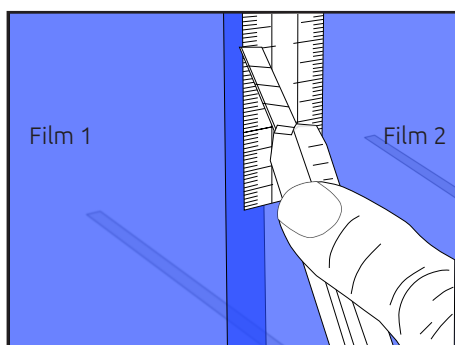

Figure 22
- › Prendre le CUTVITRE muni d'une lame neuve et couper d'un seul élan et avec une pression égale les 2 épaisseurs de films (FIG. 22) sans entamer le support sous-jacent.